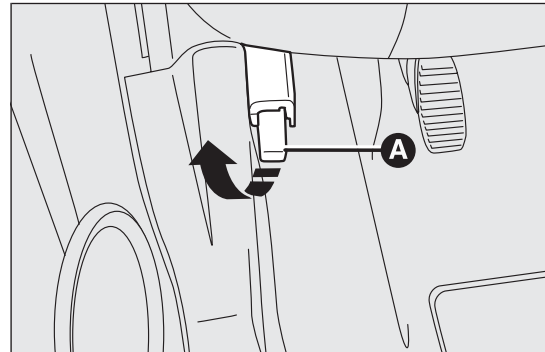

fig. 59
- tirer le levier A fig. 59 dans le sens indiqué par la flèche